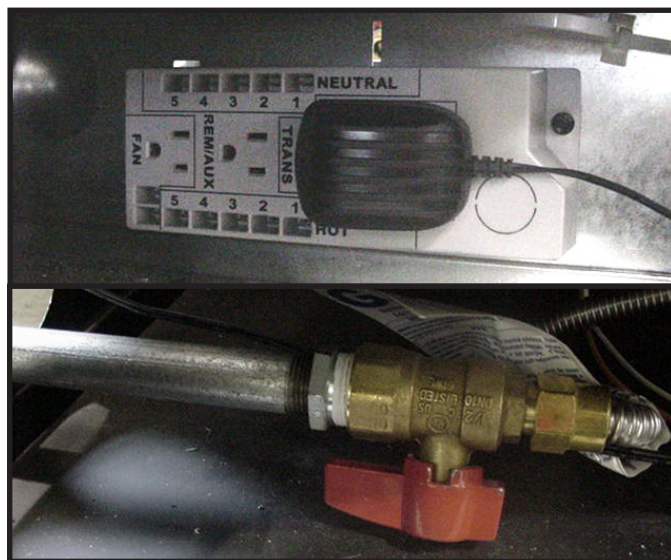

Figure 11.2
Étape 1. Couper l'arrivée de gaz à la vanne. Le bouton de fermeture du gaz rouge est situé sur le robinet à bille. Déconnectez le transformateur 6 V de la boîte de jonction. Voir figure 11.2.